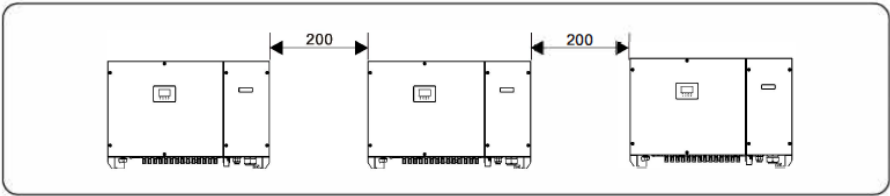
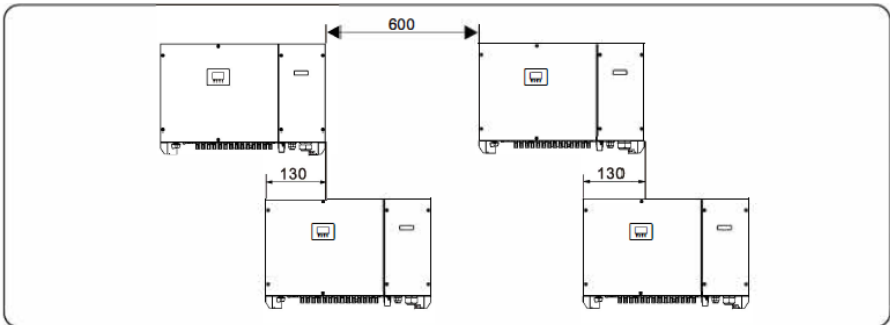

Figura 4.5 Instalación en la misma línea (unidad: mm)
Figura 4.6 Instalación en modo apilado (unidad: mm)
- Al instalar varios inversores, instálelos a lo largo de la misma línea (como se muestra en la figura 4.5) si dispone de espacio suficiente, e instálelos en modo triángulo o en modo apilado (como se muestra en la figura 4.6) si no dispone de espacio suficiente. Los modos de instalación garantizan un espacio suficiente para la instalación y la disipación del calor.